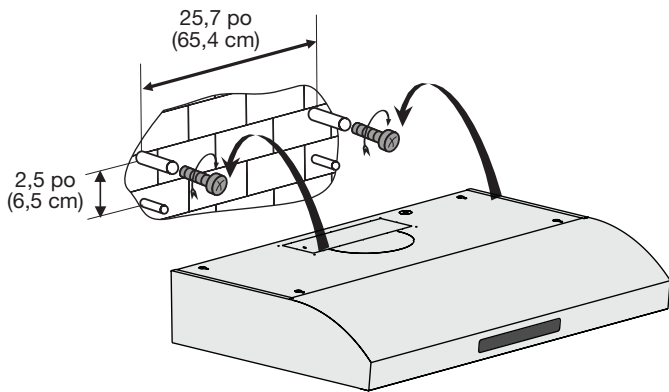

Figure 14
- Marquer la position de montage ou y percer quatre trous \varnothing 8 mm selon les dimensions indiquées dans les schémas ci-dessous (Figure 14).